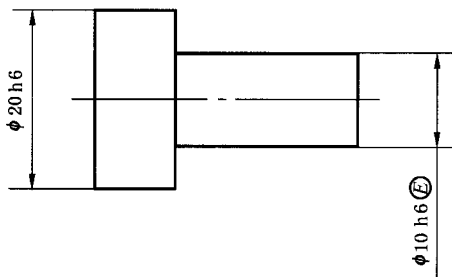
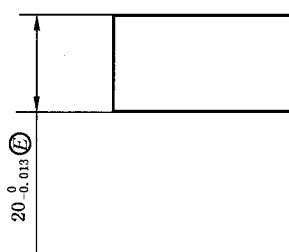

图 13 线性尺寸公差需满足包容要求的注法(一)
图 14 线性尺寸公差需满足包容要求的注法(二)
4.2.3 如要素的尺寸公差和形状公差的关系需满足包容要求时,应按 GB/T 1182 的规定在尺寸公差的右边加注符号“ $\text{\textcircled{E}}$ ”(图 13、图 14)。